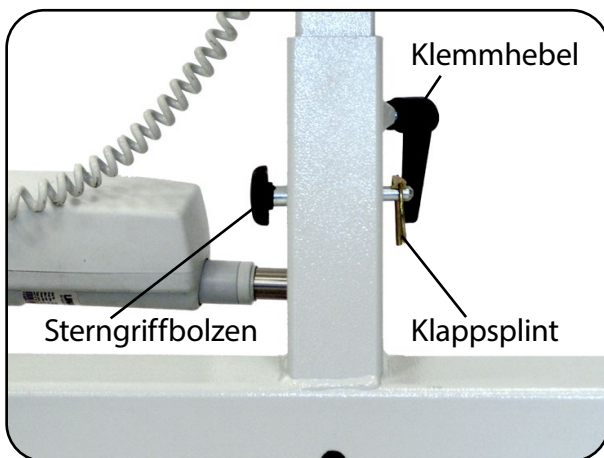

Abb. 13.2.02 – Standmast lösen
5. Entfernen Sie den Sterngriffbolzen mit Klappsplint aus der Bohrung und schrauben Sie den Klemmhebel weitmöglichst heraus (Abb. 13.2.02).